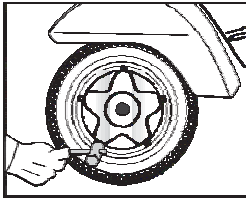

Abb. 37
- 2.2.2 Die fünf Muttern, die das Rad an der Nabe befestigen mit Hilfe des Rohrschlüssels aus dem Werkzeugset entfernen (Abb. 37). Während die Muttern abgeschraubt werden, das Rad mit einer Hand festhalten.